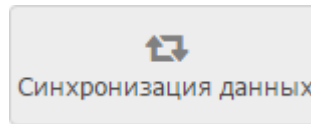

Рисунок 9.78 — Кнопка **Синхронизация данных**
2. Выберите узлы, данные которых требуется синхронизировать и нажмите на кнопку **Синхронизация данных** (рисунок 9.78).